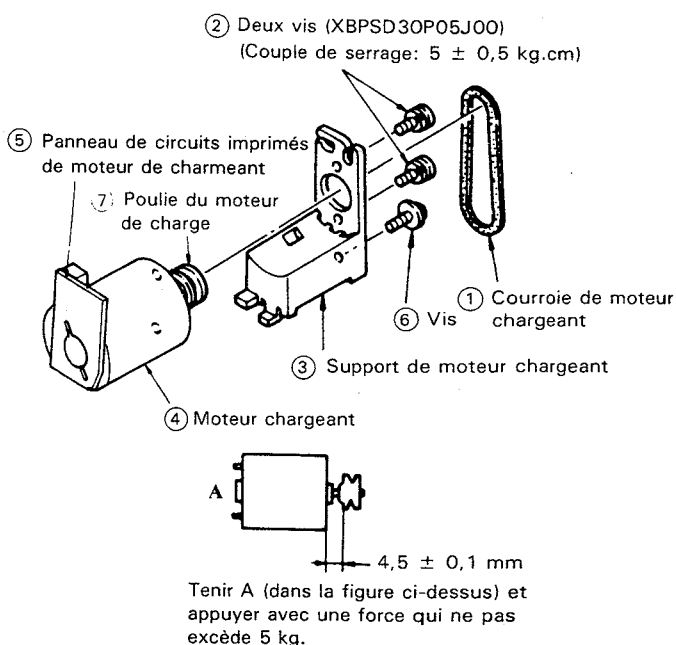

Figure 1-28.
• Remplacement (Fig. 1-28)
3. Dégager la courroie de chargement ①.
4. Retirer la vis de serrage ⑥ (XHPSD30P08WS0). Incliner le mécanisme pour qu'il soit facile à dégager.
5. Enlever les deux vis ② (XBPSD30P05J00) et retirer le moteur de chargement ④ de son support ③.
6. Déposer le panneau de circuits imprimés de moteur de chargement ⑤.
7. Replacer le moteur de chargement le long de la poulie ⑦.